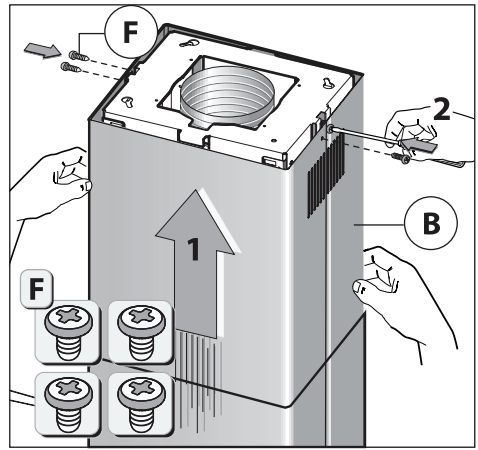

Fig.13
- Fixar o duto superior B a estrutura com os 4 parafusos F (fig.13).
- Se necessário, fixe por dentro a chaminé inferior ao exaustor, utilizando os parafusos P (Fig.13). Por fim, volte a colocar os filtros no seu sítio.